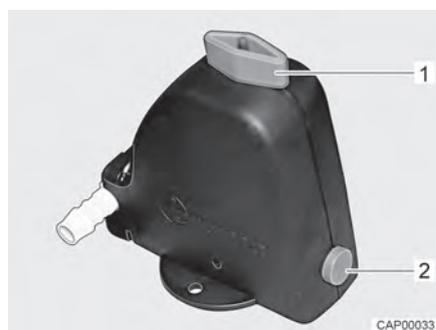

Fig. 105 Valve de sécurité et de vidange ouverte
- Fermer la valve de sécurité et de vidange. Tourner pour cela le bouton rotatif (Fig. 105,1) dans le sens transversal par rapport à la valve de sécurité et de vidange et enfoncer le bouton-poussoir (Fig. 105,2). La valve de sécurité et de vidange fermée est représentée à la Fig. 106. Lorsque la température descend en dessous de 6 °C, la valve de sécurité et de vidange ne peut pas être fermée.